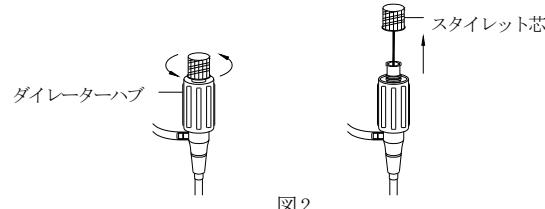

図2
4. 段付ダイレーターにスタイルット芯が装着されている場合は、ダイレーター・ハブを持ち、スタイルット芯を反時計方向に回して抜く（図2参照）。